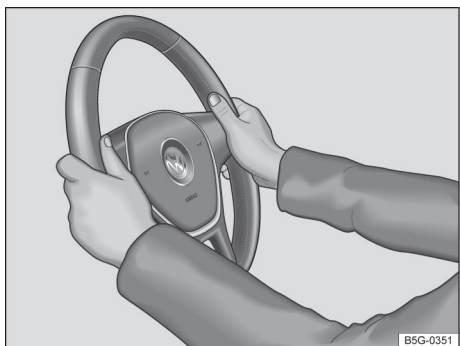

Fig. 56 No volante: posição 9 e 3 horas.
- Ajustar a posição do volante de forma que possa segurá-lo lateralmente pela borda externa na posição de 9h e 3h → Fig. 56 com ambas as mãos e os braços ligeiramente dobrados.
- Pressionar a alavanca ① sempre com firmeza para cima após o ajuste, para que o volante não mude sua posição durante a condução.
- Durante a condução, sempre segurar o volante com ambas as mãos lateralmente na borda externa na posição de 9h e 3h → Fig. 56, para reduzir ferimentos causados por um acionamento do airbag frontal do condutor.